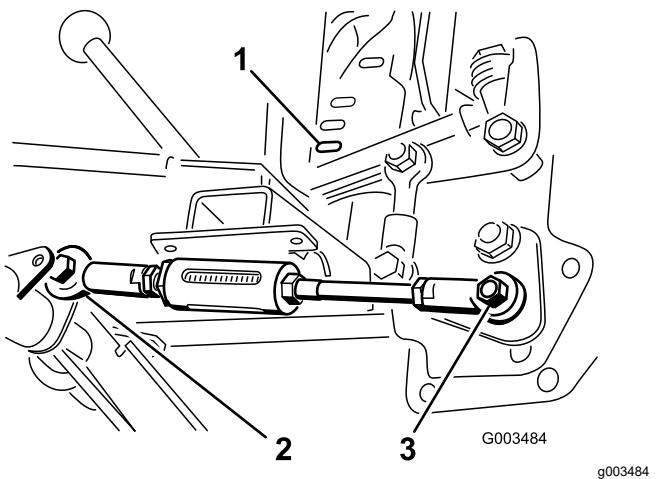

Bild 8
6. Bewegen Sie den Hubhebel, bis das Loch im Kugelgelenk mit dem Loch an der rechten Seite des verstellbaren Stangenhebels am Schwenkrohr ausgefluchtet ist, und befestigen Sie die Stange mit einer Schraube ( $\frac{1}{2}'' \times 1\frac{1}{2}''$ ) und einer Sicherungsmutter ( $\frac{1}{2}''$ ) am Hebel, wie in Bild 8 dargestellt.